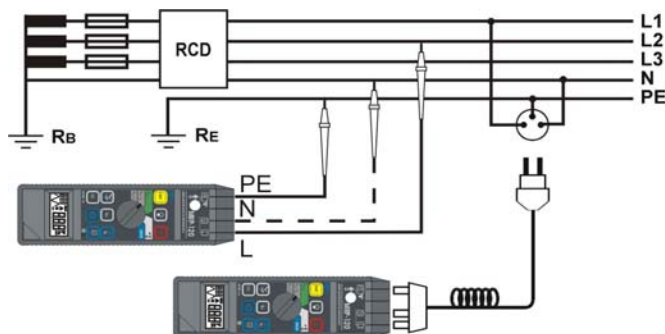

Рис. 6. Измерение оборудования, оснащенного УЗО, при помощи заостренного зонда или зонда в виде штепсельной вилки (нейтральный провод можно не подключать)
- выполнить подключение к электрооборудованию **L** и **PE, N** (нейтральный провод можно не подключать) в соответствии с Рис.6
- выполнить подключение **L, N** (нейтральный провод можно не подключать) и **PE** от электрооборудования в соответствии с Рис.6